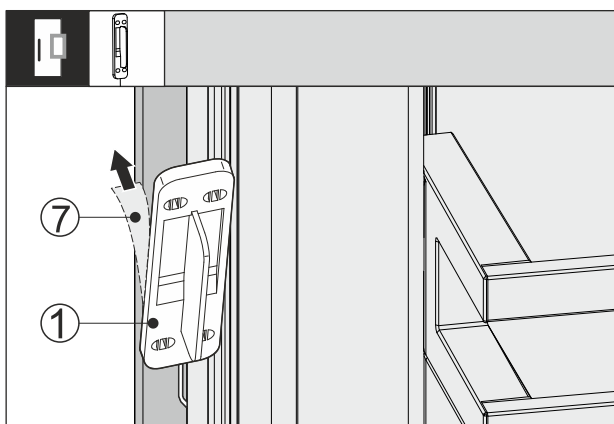

Fig. 65
- Estrarre la pellicola di protezione Fig. 65 (7) sul retro del sensore di battito in testa Fig. 65 (1).